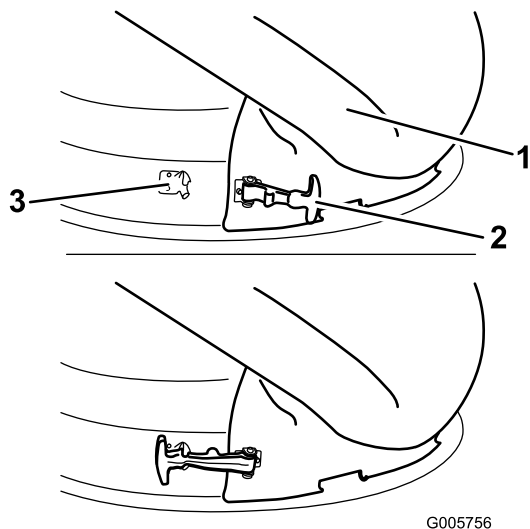

Figure 24
- Fixez la goulotte au plateau de coupe de 127 cm en accrochant le loquet à poignée flexible à la gâche soudée sur le plateau de coupe (Figure 24).